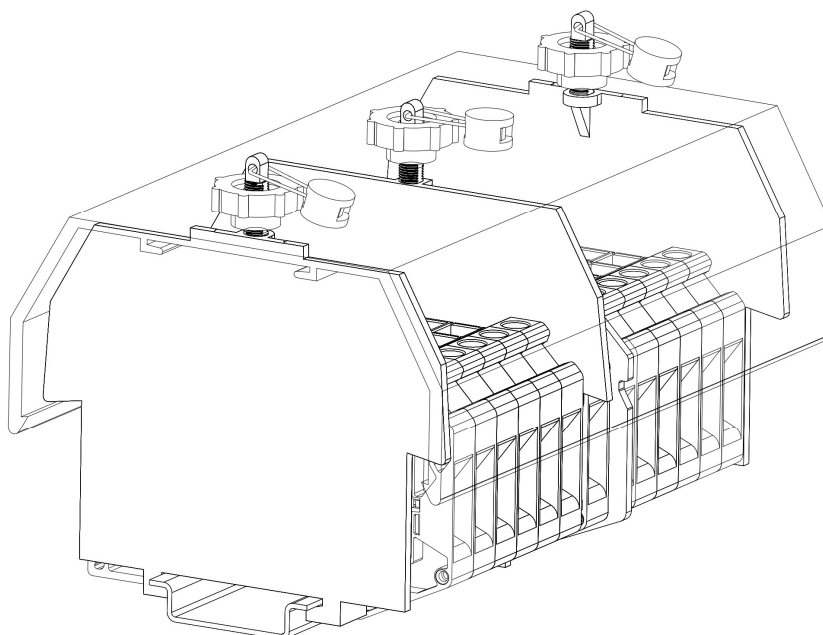

Рисунок 102 – опломбированный защитный профиль
- Защитный профиль предназначен для предотвращения доступа к токоведущим частям и пломбируется через отверстия в пластиковых штырьках с целью исключения несанкционированного вмешательства в клеммный блок (рис. 102).